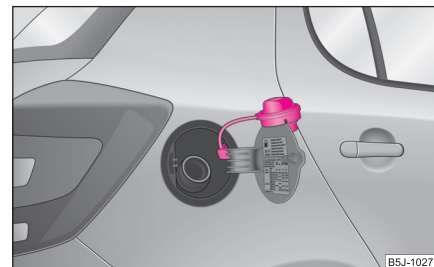

Fig. 166 Clapeta rezervorului cu capacul deschis.
⇒ pagina 177, fig. 166.
- Deșurubați capacul spre stânga și așezați-l pe clapetă, în partea de sus ⇒ fig. 166.